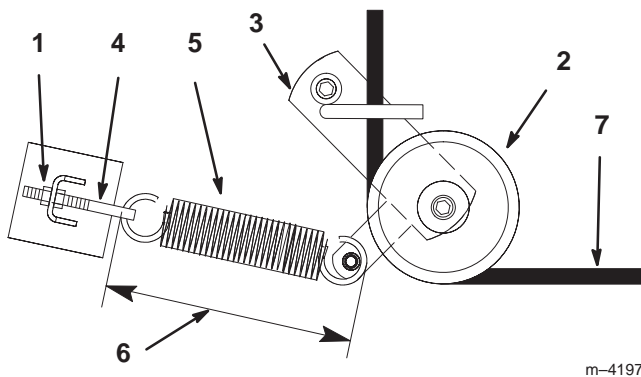

Figure 56
3. Desserrez l'écrou extérieur sur le boulon à œil du ressort (Fig. 56).
5. Déposez la poulie de tension rappelée par ressort (Fig. 56).
6. Faites passer la courroie neuve dans le bras de tension (Fig. 56).
8. Serrez l'écrou extérieur sur le boulon à œil du ressort (Fig. 56).
Remarque : Vérifiez la longueur du ressort. Il doit mesurer 238 mm ± 3 mm une fois en place. Procédez à un réglage si la longueur n'est pas correcte (Fig. 56).